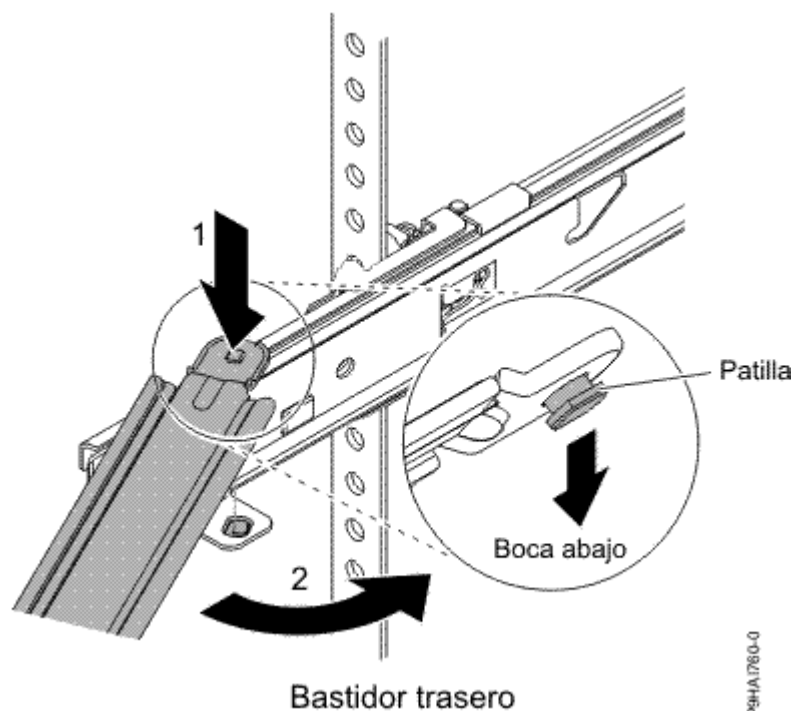

Figura 18. Conexión de brazo de soporte
8. El brazo portacables puede instalarse en cualquiera de los dos lados del servidor. En la Figura 18 en la página 33 se muestra cómo se instala en la parte de la izquierda. Es mejor instalar el brazo portacables que encaja en el lado opuesto de las fuentes de alimentación para proporcionar acceso a las fuentes de alimentación. Para instalar el brazo portacables en el lado derecho, siga las instrucciones e instale el hardware en el lado opuesto. Coloque la patilla hacia abajo **(1)** en la ranura horizontal de la parte posterior de los rieles deslizantes. A continuación, haga girar el otro extremo de la barra hacia el bastidor **(2)**.